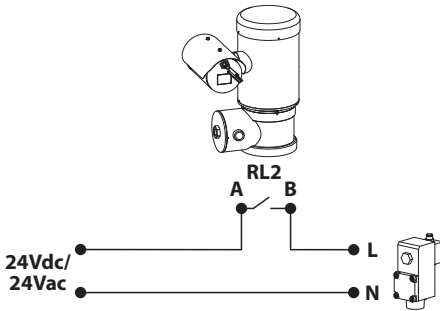

Abb. 14
- Die Anschlüsse nach dem untenstehenden Schema durchführen (Abb. 14, Seite 14).